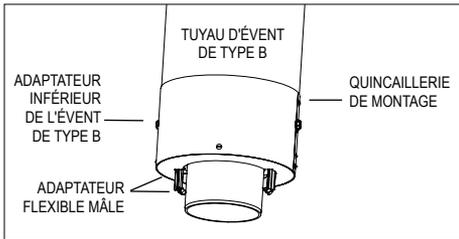

Figure 13
- 10 Posez l'adaptateur inférieur de l'évent de type B (l'adaptateur flexible mâle doit faire saillie comme sur la **Fig.13**).
- 11 Posez l'adaptateur inférieur de l'évent de type B (l'adaptateur flexible mâle doit faire saillie comme sur la Fig.13)